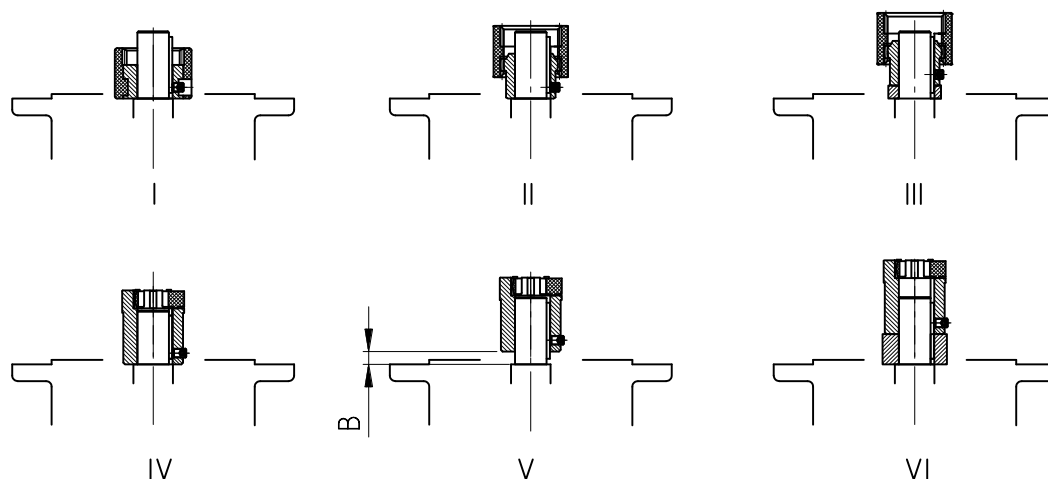

Figure 3-13 : Montage de l'accouplement sur l'arbre du moteur pour différents types d'accouplements
3. Pousser le manchon d'accouplement sur l'arbre du moteur conformément aux indications du fabricant du moteur, jusqu'à la butée sur l'épaule. Pour les moteurs de taille 160, 180 et 225, disposer éventuellement les bagues entretoises fournies, entre le manchon d'accouplement et l'épaule. Dans le cas des réducteurs à engrenages cylindriques de la gamme Standard, respecter la cote B entre le manchon d'accouplement et l'épaule (voir figure 3-13). Certains **adaptateurs NEMA** nécessitent un positionnement de l'accouplement conforme aux spécifications indiquées sur l'autocollant.
6. Monter le moteur sur l'modules IEC / NEMA ; pour cela, utiliser la couronne ou la bague dentée comprise dans la livraison (voir figure 3-13).